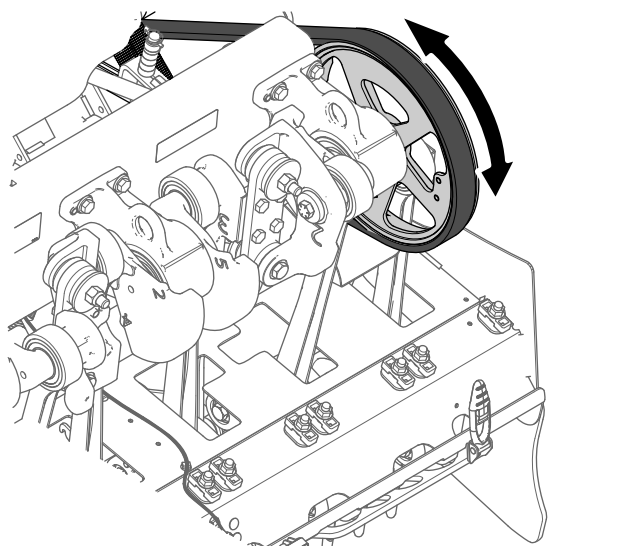
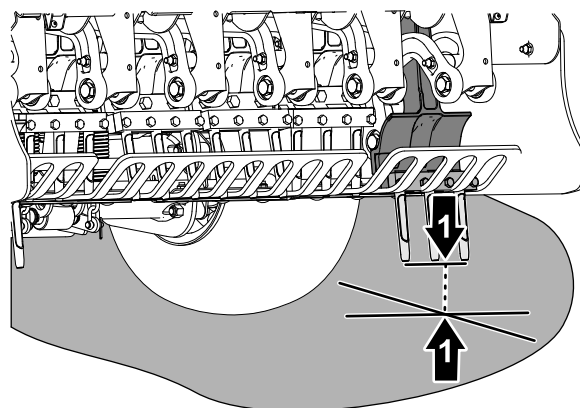

Figure 63
Figure 64
4. Faites tourner la poulie de la tête d'aération (Figure 63) jusqu'à ce que les louchets les plus à l'extérieur soient le plus près du sol (Figure 64).